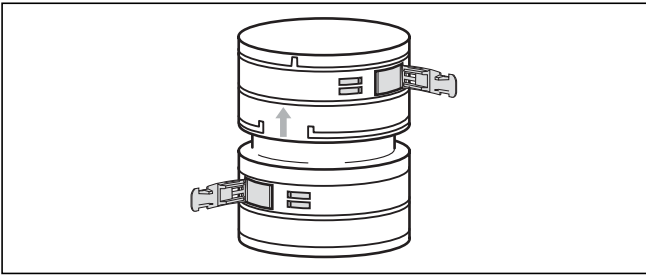
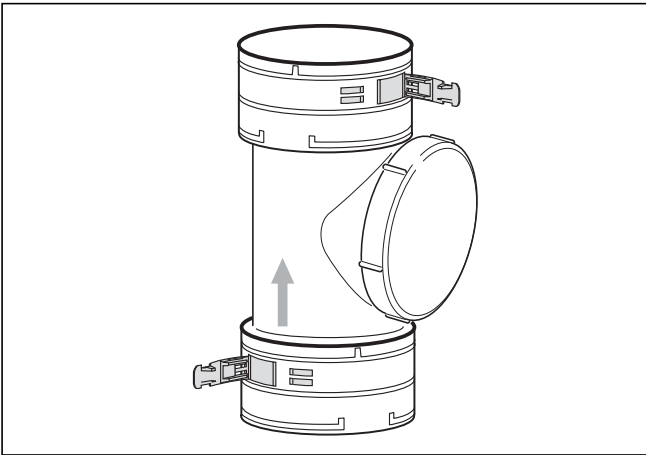

Рис. 5.63 Соединительный элемент
Рис. 5.64 Очистной элемент
- При необходимости сначала монтируйте соединительный и очистной элементы (см. рис. 5.63 и 5.64).
Вместо того, чтобы обматывать гибкий выпускной газопровод по всей длине за один раз, Вы можете использовать отрезки и соединять их соединительными элементами (арт. № 303 512, рис. 5.63) или очистным элементом (арт. № 303 511, рис. 5.64).